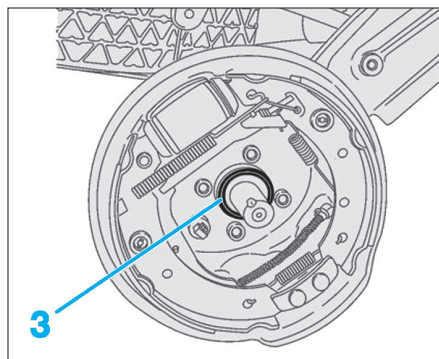

Fig. 73
- Mettre en place le joint de moyeu neuf (3) fourni dans le kit roulement (Fig.73).